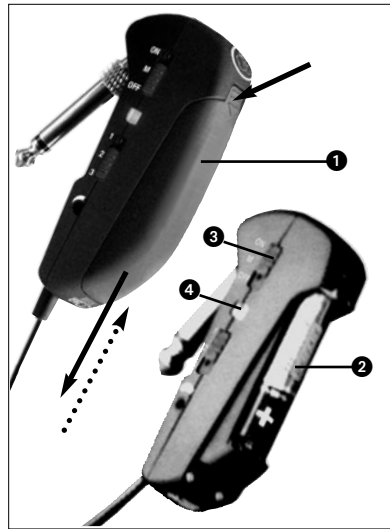

Fig. 2: Introducir la pila
3.1 Colocar/cambiar y ensayar la pila (véase Fig. 2)
4. Coloque la pila suministrada o nueva (2) en la caja de pilas, tal como se indica en la Fig. 2.